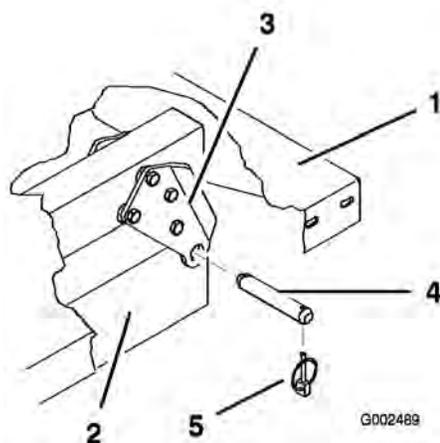

Figure 4
- Enlevez les goupilles à anneau et les axes de fixation des supports de pivot aux profilés du châssis (Figure 4).